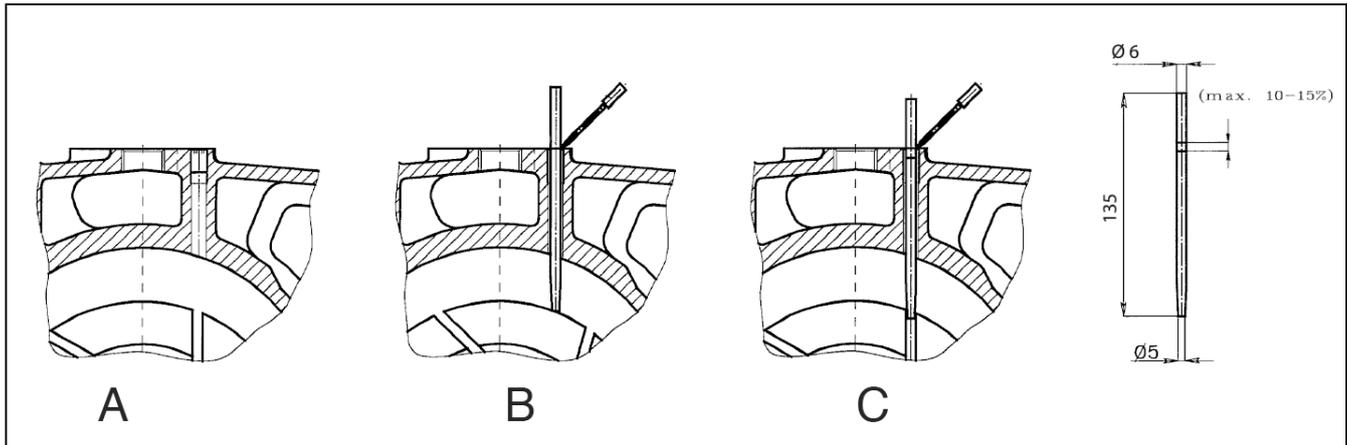

Abbildung 14
- 7) Rundstab erneut in Höhe der Inspektionsöffnung anzeichnen (siehe Abbildung 14).